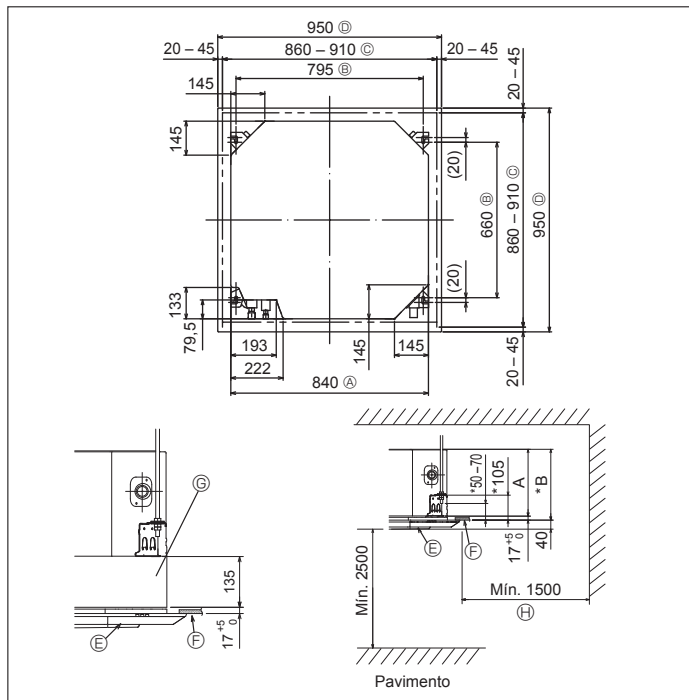

Fig. 3-2
3.2. Localizações das aberturas no tecto e da instalação dos parafusos de suspensão (Fig. 3-2)
* As dimensões da abertura do tecto podem ser reguladas dentro dos limites indicados na Fig. 3-2. Por isso, centre a unidade principal na abertura do tecto, de maneira a que os lados opostos correspondentes aos lados da abertura sejam idênticos.